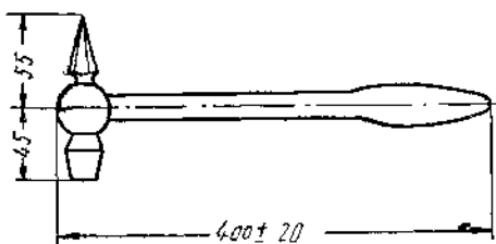

图1. 检验锤
(1) 锤头的重量为0.25公斤，全长为100毫米，从锤柄孔中心算起至锤顶的长度为45毫米，从锤柄孔中心算起至锤尖的长度为55毫米(图1)。